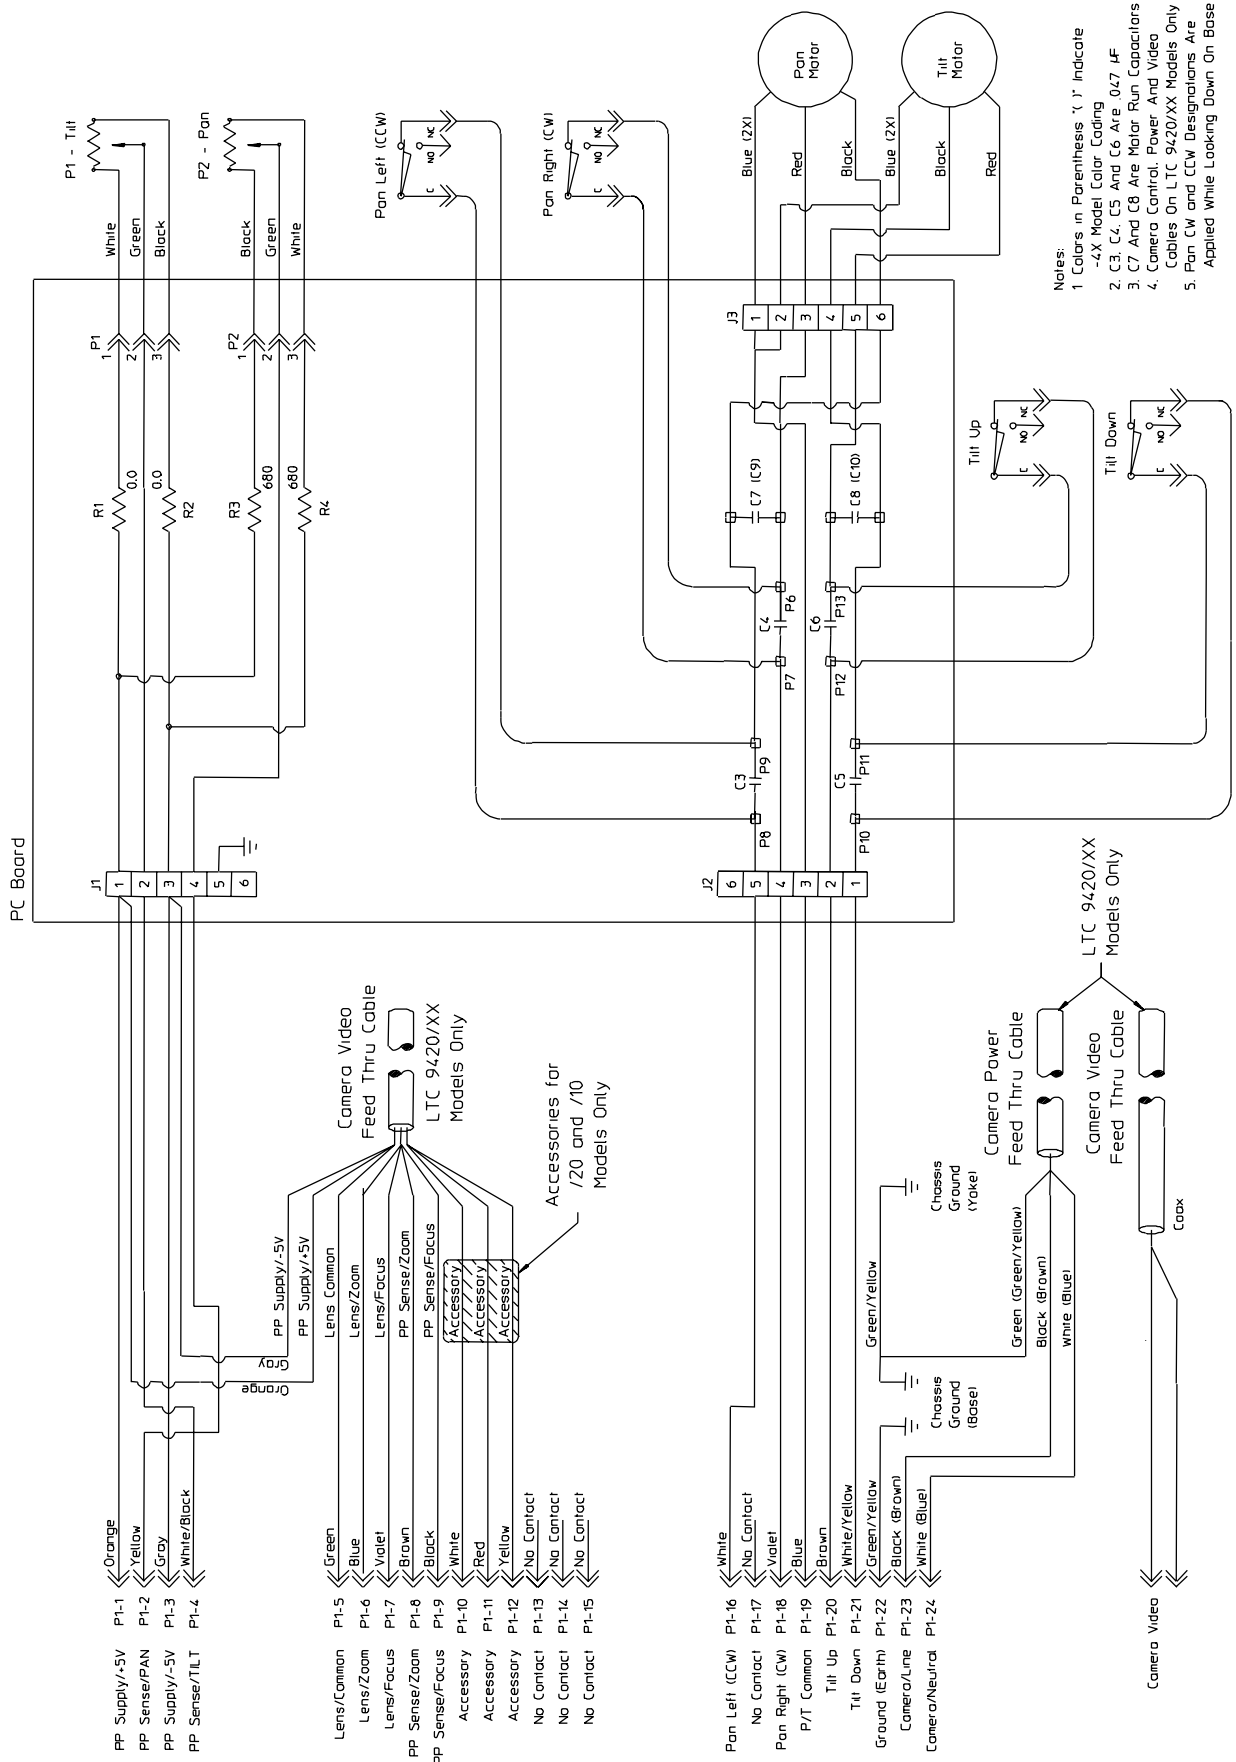

Figura 6: diagrama de cableado - modelos de - 0° a 345°
4. (Códigos de color) mostrados para modelos de 24 y 110 voltios. Para modelos de 220 voltios, los códigos de colores son (23) marrón y (24) azul.
6. Consulte la **Figura 6**, situada debajo de Diagramas de cableado para ver el esquema de cableado.
La función de panorámica automática requiere realizar conexiones a la patilla 16 (panorámica izquierda), la patilla 18 (panorámica derecha), y la patilla 19 (común). Consulte la **Figura 6**. La función de panorámica automática se realiza mediante el controlador, que detecta los cambios del flujo de corriente que pasa a través del motor de panorámica. Cuando se llega a un tope de panorámica, el flujo de corriente se interrumpe y los circuitos internos del controlador invierten la dirección de la panorámica automática.